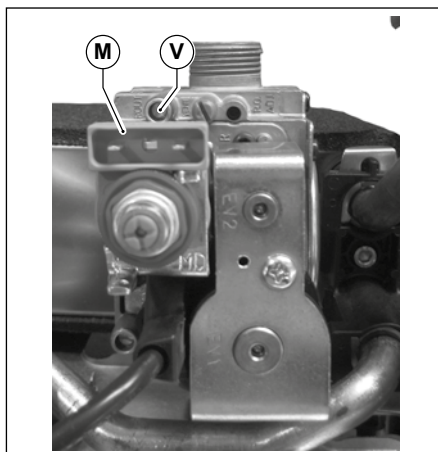

Рис. 48 Точка забору димових газів
- Підключити манометр до штуцера контролю тиску **V** (дивись Рис. 48 Точка забору димових газів).